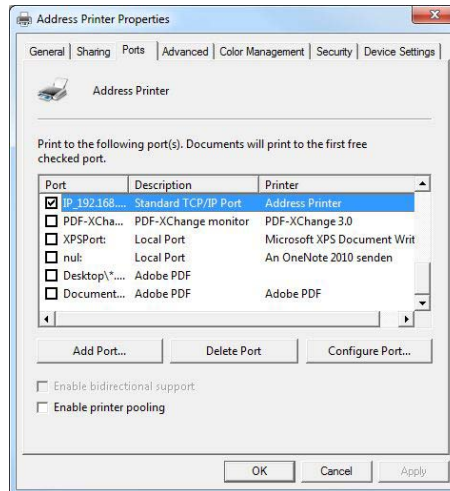

Abbildung 57: Druckeranschlusseinstellungen
- Nun ist der Druckertreiber bereit die Druckdaten über den Netzwerkanschluss zu schicken. Stellen Sie sicher das der Hacken bei dem neuen Anschluss gesetzt ist (siehe Abbildung 57).